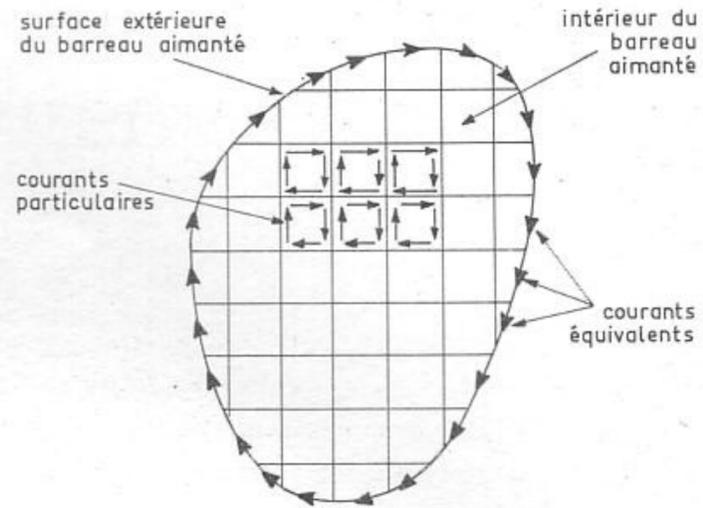

Fig. 2 - Courants particuliers et courants équivalents circulant à l'intérieur et la périphérie d'un barreau aimanté.
- a - Des courants électriques dits **particulaires** existent dans tout barreau aimanté. Les circuits de ces courants sont parallèles et perpendiculaires (on dit encore normaux) à l'axe du barreau (**figure 2**).